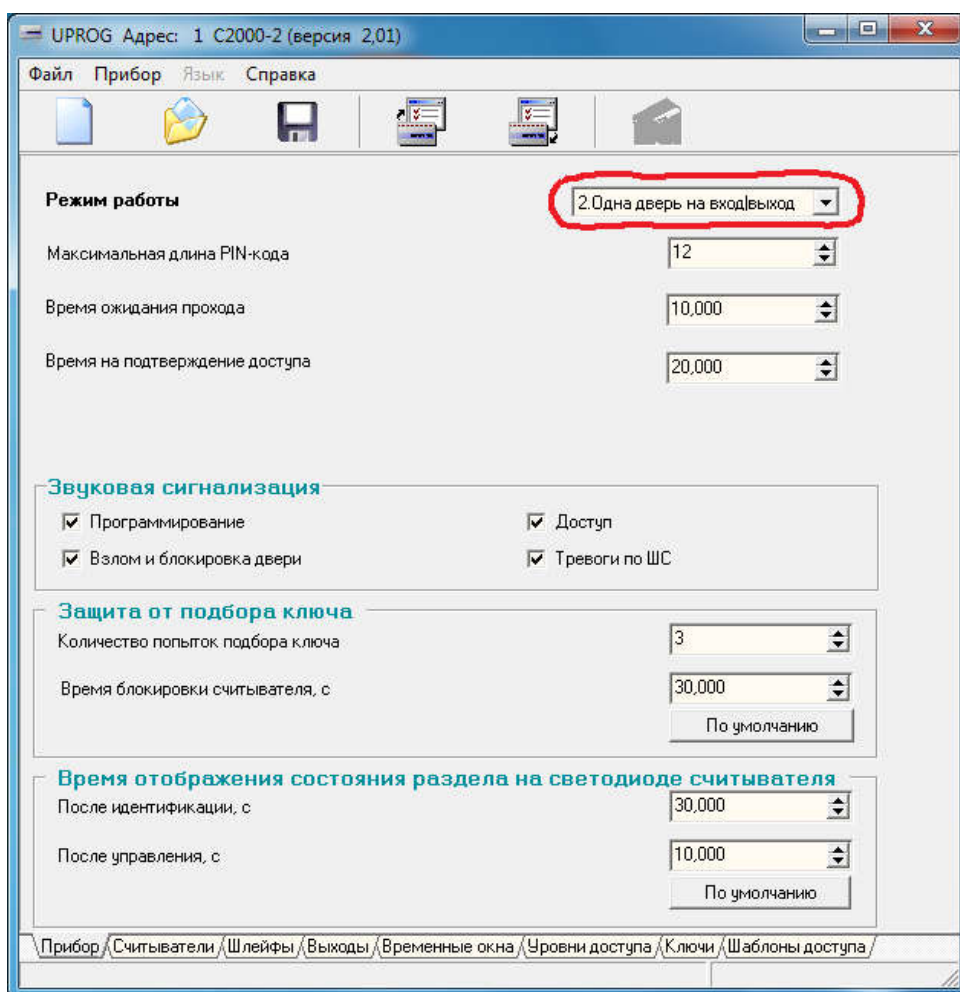
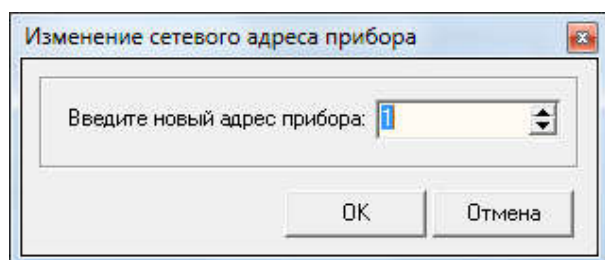
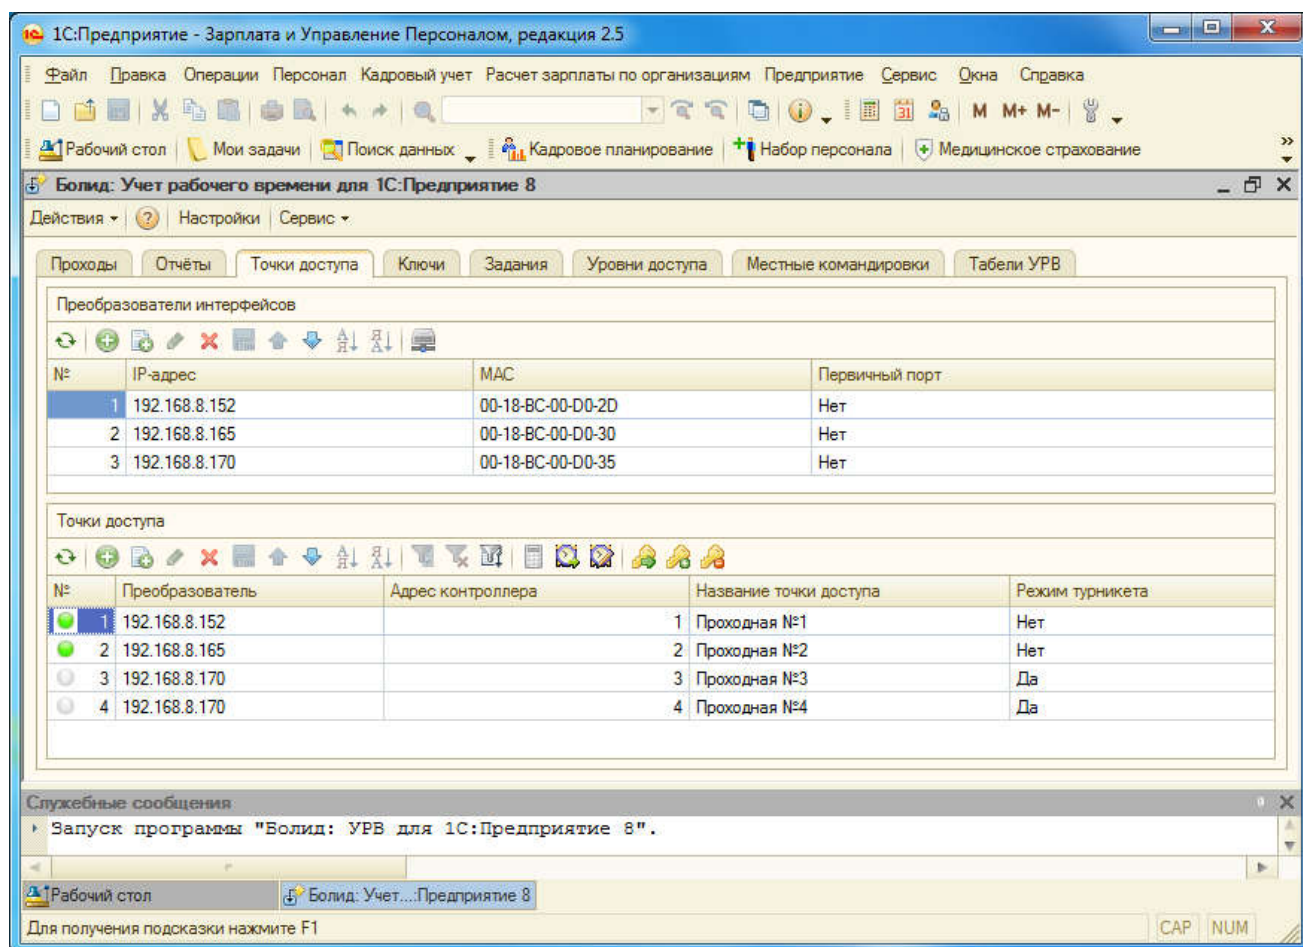

Рис.12. Конфигурирование контроллера доступа C2000-2, закладка «Прибор».
Рис.14. Изменение сетевого адреса контроллера доступа C2000-2.
Рис.16. Страница «Точки доступа».
9) Сконфигурировать контроллер доступа C2000-2. На закладке «Прибор» (см. рисунок 12) установить режим работы «Одна дверь на вход/выход» либо «Турникет». Эта настройка должна соответствовать параметру точки доступа программы УРВ для 1С (см. рисунок 16), где в колонке «Режим турникета» устанавливается значение «Нет» или «Да».
Изменение сетевого адреса контроллера доступа C2000-2 выполняется из главного меню программы UProg путём выбора пункта меню «Прибор→Изменение сетевого адреса». В открывшемся окне (см. рисунок 14) задаётся сетевой адрес прибора в диапазоне 1..127. Этот же адрес задаётся в параметрах точки доступа программы UPB для 1С (см. рисунок 16), в колонке «Адрес контроллера»;
- Добавить в точки доступа (предварительно сконфигурированные и подключенные) контроллеры доступа. Если все выполнено правильно, то напротив каждой точки доступа вы увидите индикацию в виде зеленого кружка (см. рисунок 16).